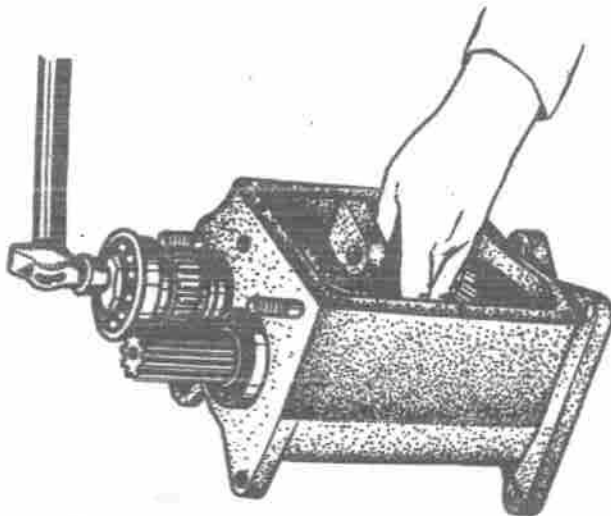

Bild 103. Einsetzen der Vorgelegewelle in das Wechselgetriebe
2. Mit Hilfe eines Dorns die Welle mit dem Lager bis zum Anschlag des Lagerrings ans Gehäuse einsetzen (Bild 103).